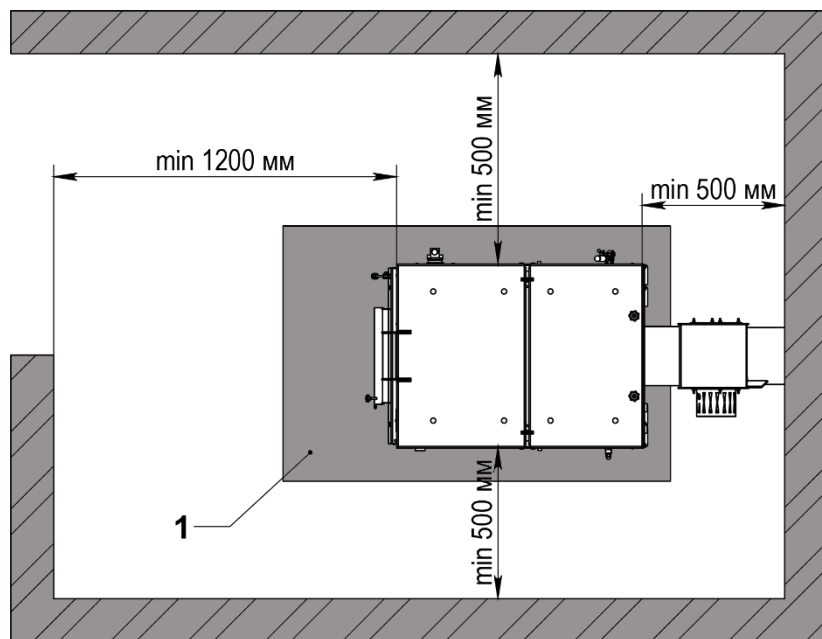

Рис. 5 Установка котла
Фундамент (поз. 1 рис. 5) должен быть больше основания котла. С передней стороны не менее чем на 300 мм, с других сторон примерно на 100 мм.
- Расположение котла в котельной с учетом пространства на обслуживание котла показано на (рис.5);